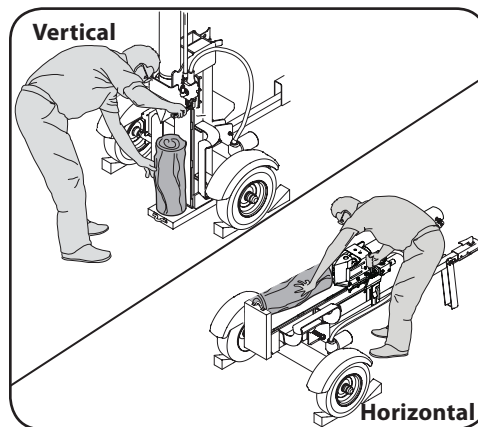

Figura 3-2
2. Trabe las dos ruedas por delante y por detrás. Vea la Figura 3-2.
8. Para estabilizar el tronco, coloque la mano izquierda en el costado del tronco que está frente a la viga como se indica en la Figura 3-2.